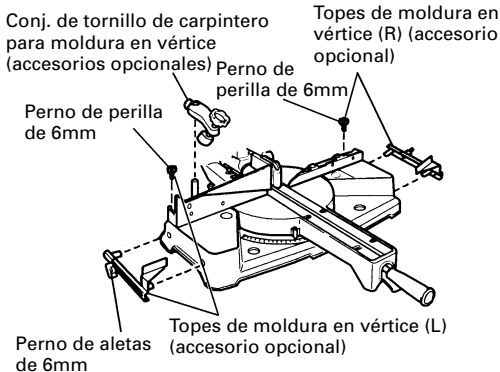

Fig. 47-a
(1) Las toques de moldura en vértice (L) y (R) (accesorios opcionales) permiten facilitar los cortes de la moldura en vértice, sin inclinar la hoja de sierra. Instálelas en ambos lados de la base, tal como se muestra en la Fig. 47-a. Después de la inserción, apriete el perno de perilla de 6mm para asegurar los toques de moldura en vértice.